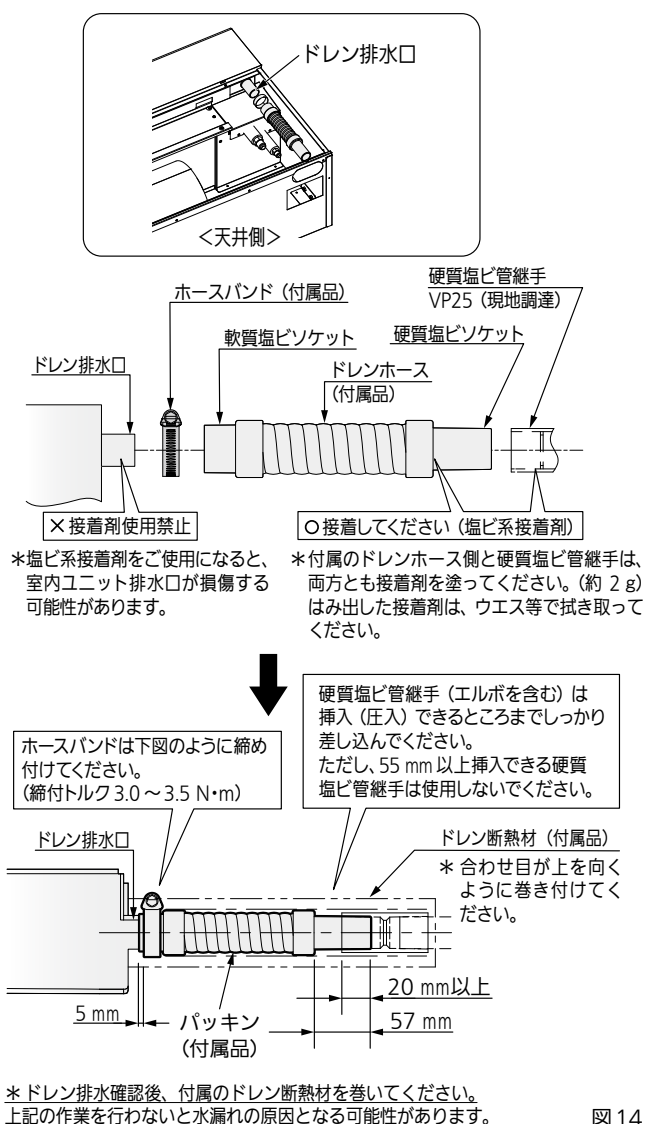

図14
- ホースバンドはドレンホースの端から5 mmはなしたところに、しっかりと締め付けてください。(図14)
- ドレン排水確認後、パッキン（付属品）をドレン排水確認部の付け根よりドレンホースを覆うように隙間なく巻いてください。パッキンの合わせ目が上を向くようにしてください。その上にドレン断熱材（付属品）を合わせ目が上を向くように巻き付けてください。（13ページ 図14）